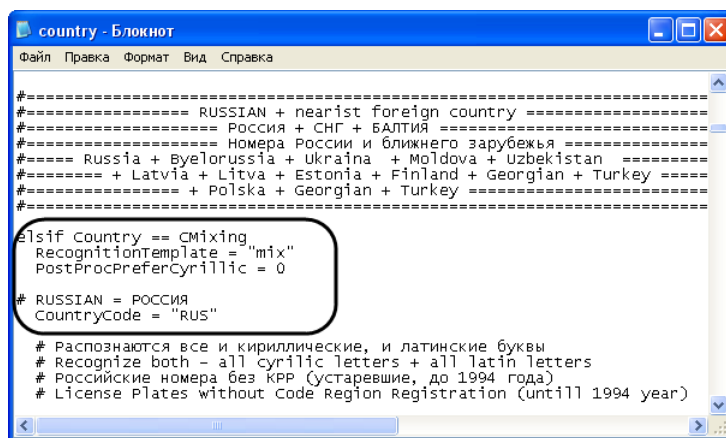

Рис. 7.2-14. Раздел «Mixing»
*Примечание 1. Группы строк, соответствующие государствам СНГ и Балтии, в конфигурационном файле объединены в раздел «Mixing» (Рис. 7.2-14).*